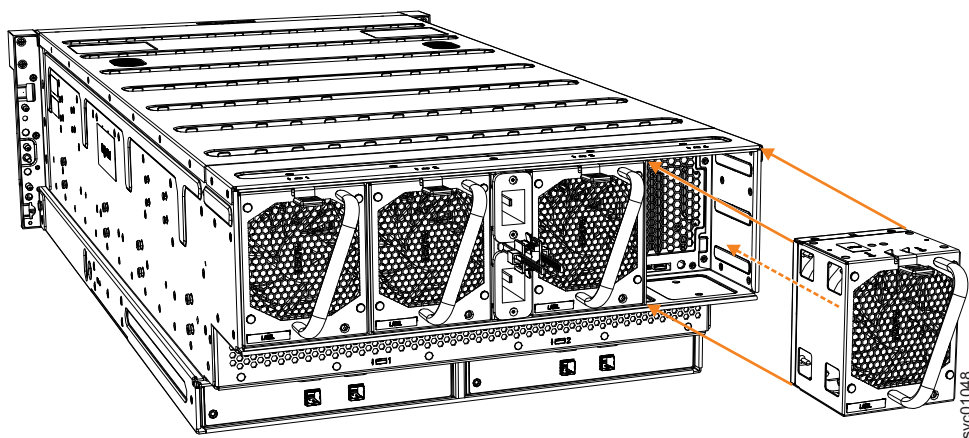

図 122. ファン・モジュールの取り外し
3. 141 ページの図 122 に示されているように、ハンドルを使用して、ファン・モジュールをエンクロージャのシャーシから引き出します。